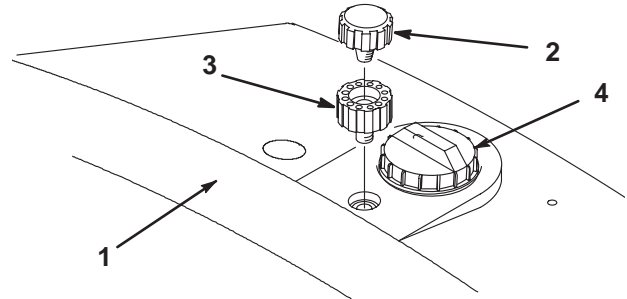

図 6
2. 延長パイプを通気穴に取り付ける (図 6)。
3. パイプの先端に通気キャップを取り付ける (図 6)。